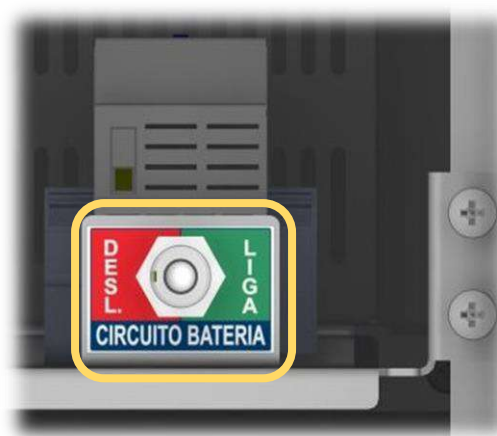

Figura 10: Chave CIRCUITO BATERIA
- Posicione a chave “CIRCUITO BATERIA” para “LIGA”, conforme Figura 10. Chave localizada na prateleira de fixação das baterias, na parte superior da caixa de controle;
- Posicione a chave "CIRCUITO BATERIA" para "DESL.", conforme Figura 10;
- Posicione a chave "CIRCUITO BATERIA" para "LIGA.", conforme Figura 10.